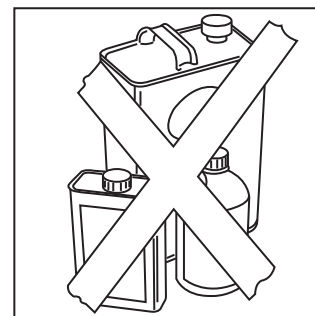

Fig. 3 - AUCUNE matière combustible près de la fournaise
- Garder la zone autour de la fournaise bien dégagée sans matières combustibles, essence et autres liquides ou vapeurs inflammables. Voir fig. 3.